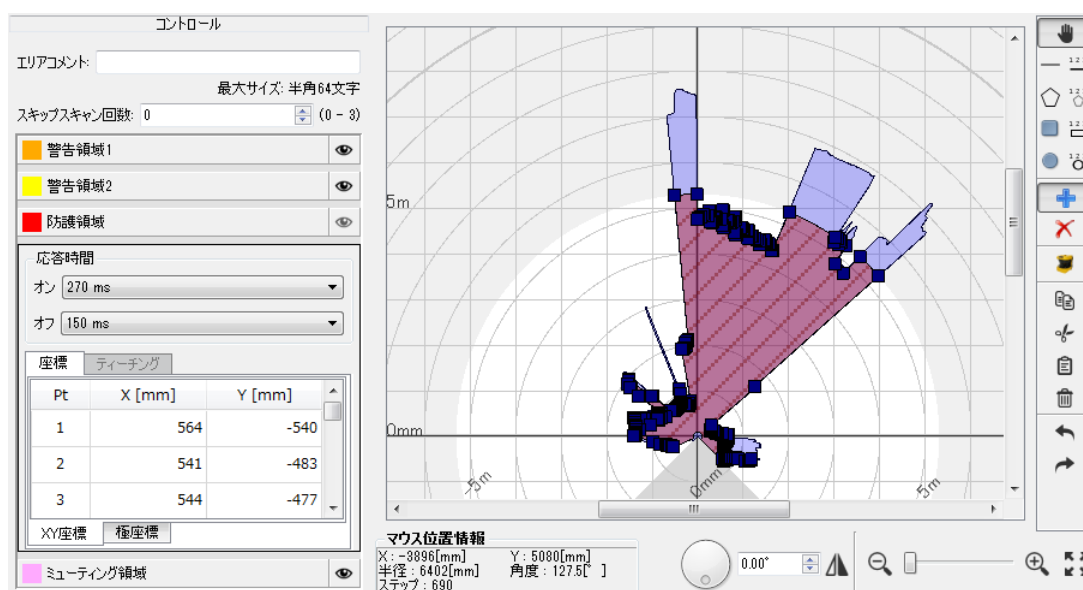

図 7-46 ティーチングによる領域設定
- e) [停止]ボタンをクリックすると、その間に測定した最少距離が周囲の背景として記憶され、その背景からオフセット量を引いた距離の領域が描画されます（図 7-46）。防護領域を作成する場合は、最大検出距離以内に背景がない場合、SE2L の最大検出距離に設定されます。最大検出距離はセンシング設定の最小検出幅の設定により変化します。警告領域の場合は、20m 以内に背景がない場合は、20m に設定されます。